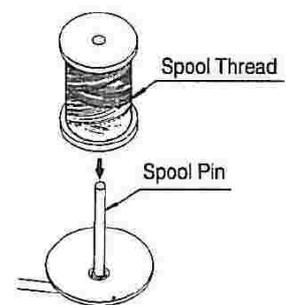

Fig.10
B. Usare comune spola di filo, togliere il cappuccio di plastica e posizionare la spola di filo sul portafilo. (Fig.10)